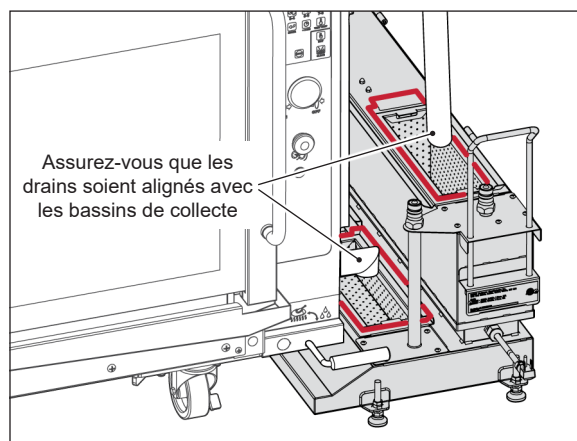

Figure 7
2. Vérifiez que le réservoir de collecte est bien positionné sous le drain de graisse de chaque rôtissoire (Figure 7).